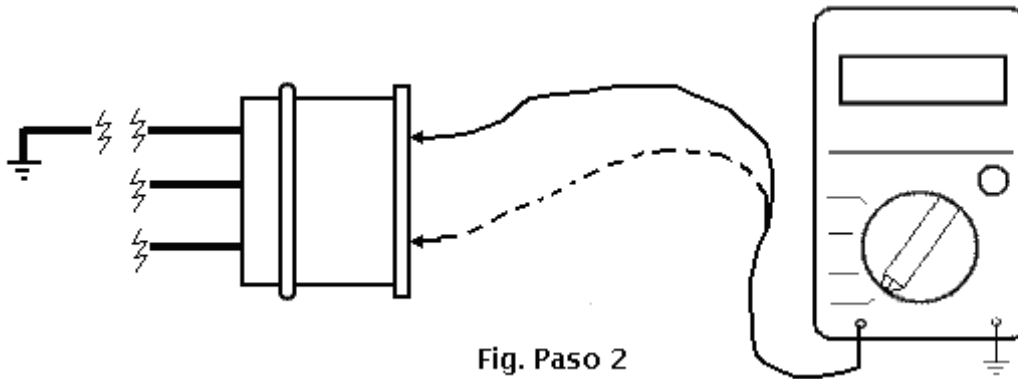

Fig. Paso 2
- Los procedimientos a seguir serán los siguientes (ver Fig. Paso 2)